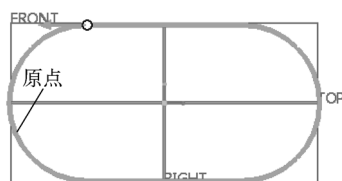
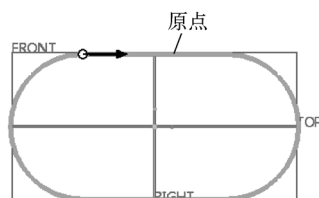

图 4-55 默认为原点轨迹
图 4-56 反转原点轨迹的起点箭头方向
5) 刚绘制的闭合曲线被默认选定为原点轨迹。如果原点轨迹上默认的起点箭头方向如图 4-55 所示, 那么可单击此箭头以反转其方向, 如图 4-56 所示。